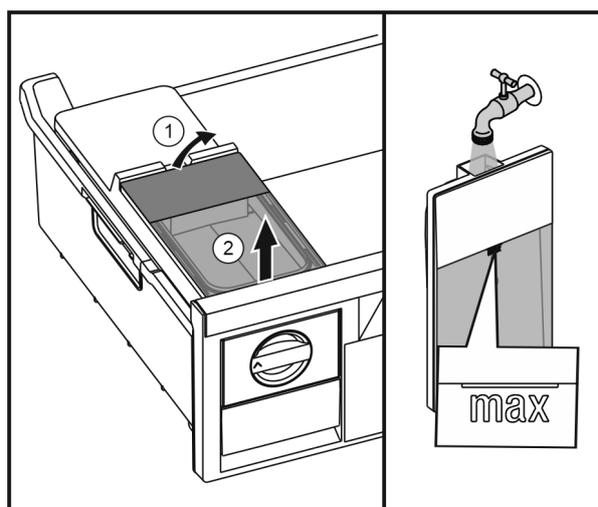

Fig. 38
- ▶ Nadvihnite nádržku na vodu zozadu *Fig. 38 (1)* a odoberte ju nahor *Fig. 38 (2)*.